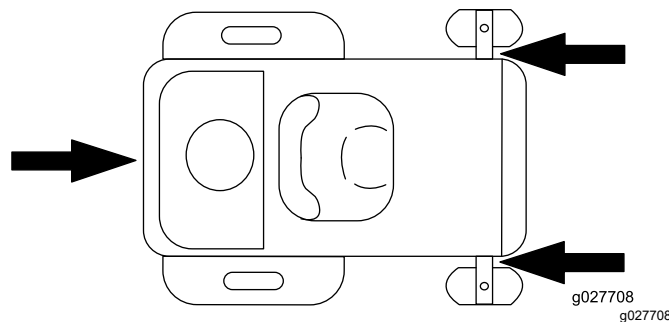

Figura 34
- Legai maina de lângă roile pivotante față, folosind curele, lanuri, cablu sau frânhii (Figura 34). Consultați prevederile locale referitoare la fixare.